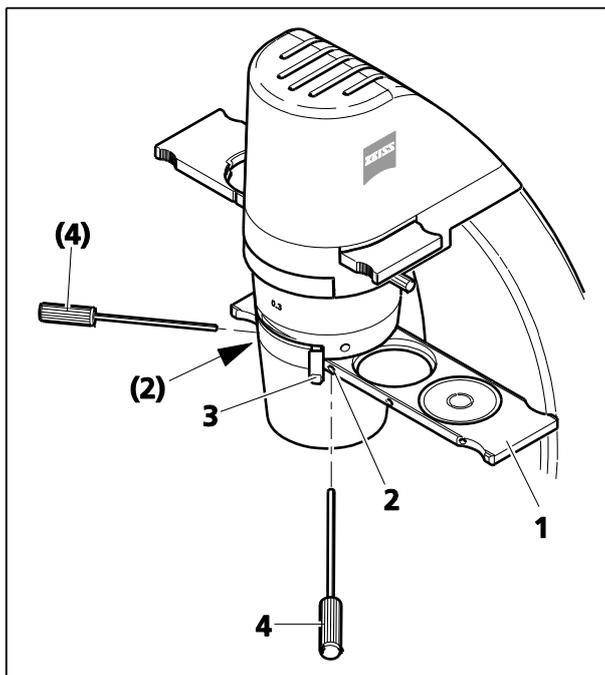
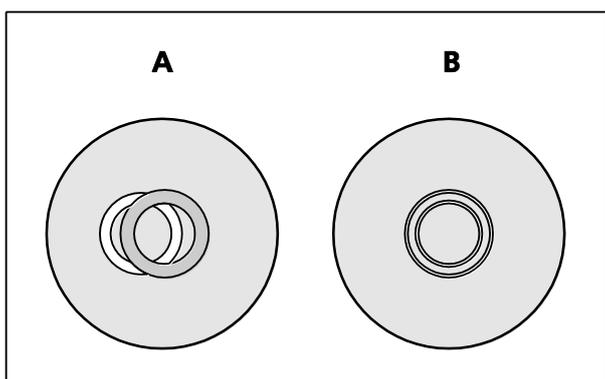

Fig. 17 Installation du curseur
Fig. 18 Centrage du diaphragme de phase
- Ouvrir intégralement le diaphragme d'ouverture à l'aide de la tige (Fig. 17/3) sur le condenseur.
- Introduire le curseur (Fig. 17/1) dans le condenseur de manière à ce que le diaphragme de phase adapté à l'objectif utilisé (Ph 0, Ph 1 ou Ph 2) soit positionné dans le trajet lumineux. Veiller à positionner correctement le cran.
- Vérifier le centrage du diaphragme de phase selon le dessin de la Fig. 18. Pour effectuer le centrage du diaphragme de phase, retirer un oculaire et le remplacer par le dioptre.
- Centrer le diaphragme de phase, au besoin (Fig. 18/A), en tournant les deux vis de réglage (Fig. 17/2) de la position du curseur correspondant à l'aide des deux clés Allen SW 1,5 (Fig. 17/4) jusqu'à ce que l'image corresponde à celle présentée sur Fig. 18/B.